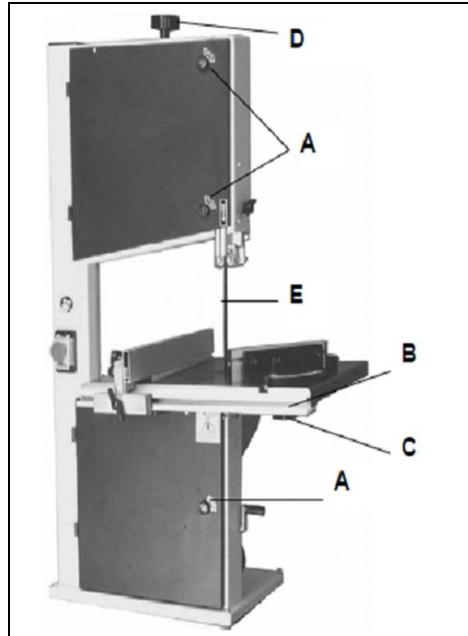
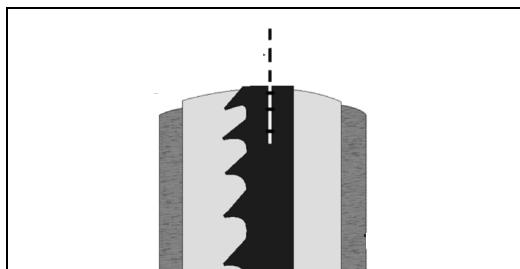

Fig 21
Fig 23
2. Öffnen Sie die oberen und unteren Bandradtüren, indem Sie die Türschlösser (A, Fig 21) mit einem Schraubendreher drehen.
3. Entfernen Sie die Längsanschlag-Führung (B), indem Sie die 4 Flügelschrauben lösen (C).
4. Lösen Sie die Bandspannung, indem Sie den Griff (D) drehen.
5. Entfernen Sie das Sägeband (E), indem Sie es durch den Schlitz im Tisch, die obere Bandführung und die Führung sowie den Schlitz im Maschinengehäuse schieben. Achten Sie darauf sich nicht zu verletzen, tragen Sie Sicherheitshandschuhe falls notwendig.
7. Spannen Sie das neue Band und prüfen Sie den Bandlauf, indem Sie das obere Rad mit der Hand drehen. Das Band muss in der Mitte des Bandrades laufen. (Siehe Fig 23)